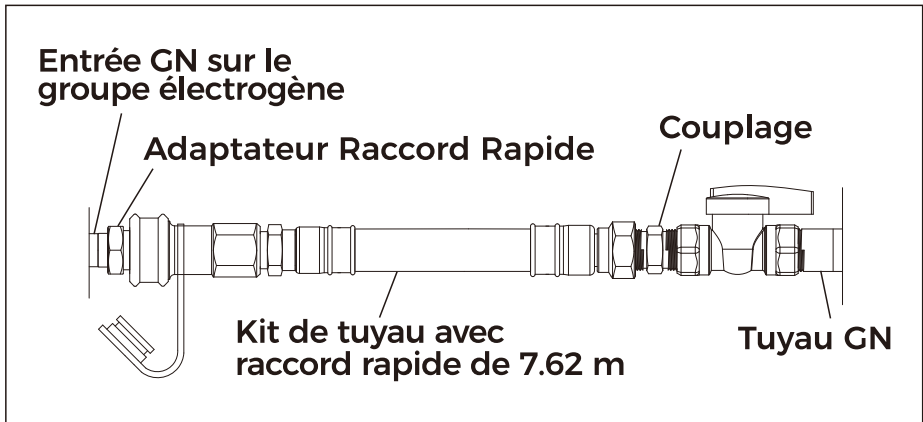

Figure 7
5. Connectez le tuyau ng à la fois générateur et couplage. (Figure 7).